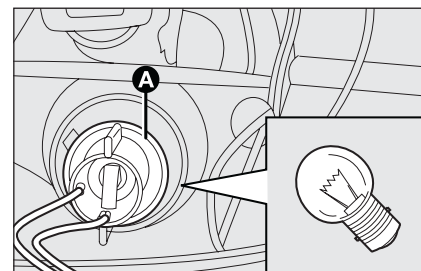

fig. 23
- ☐ tourner le porte ampoule **A**-fig. 23 dans le sens contraire des aiguilles et le dégager;